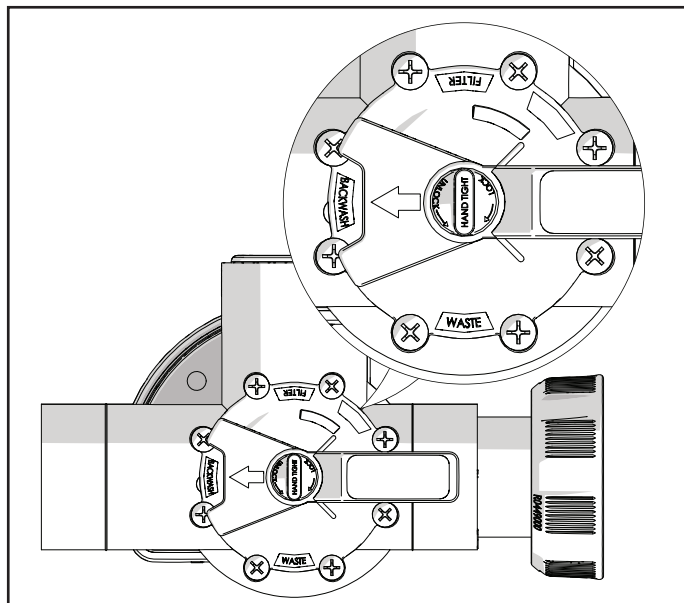

Figura 4. Posiciones de la manija de la válvula (válvula en modo de retrolavado)
- Asegúrese de que la manija de la válvula apunte a **FILTER (FILTRAR)**. Consulte la Figura 4.
- Gire la manija de la válvula a la posición **BACKWASH (RETROLAVADO)**. Consulte la Figura 4.